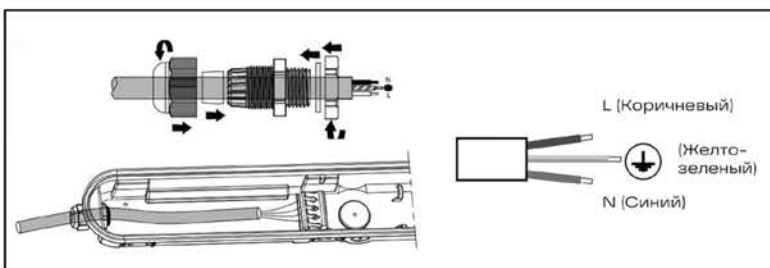

Рис. 4
- 5.10 Вставьте кабель в кабельный ввод и подключите к клеммному блоку (рис. 4).